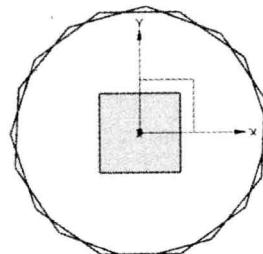

图 1.2.2 多边形 2
Step3. 创建图 1.2.2 所示的多边形 2。选择下拉菜单 **插入(S)** → **曲线(C)** → **多边形(E)** 命令；在多边形对话框中的 **边数** 文本框中输入值 10。单击 **确定** 按钮，选择 **内切圆半径** 按钮，在 **内切圆半径** 文本框中输入值 50，在 **方位角** 文本框中输入值 15，单击 **确定** 按钮，系统弹出“点”对话框。在“点”对话框 **输出坐标** 区域 **Z** 的文本框中输入 20，单击 **确定** 按钮，然后单击 **取消** 按钮，完成多边形 2 的创建。